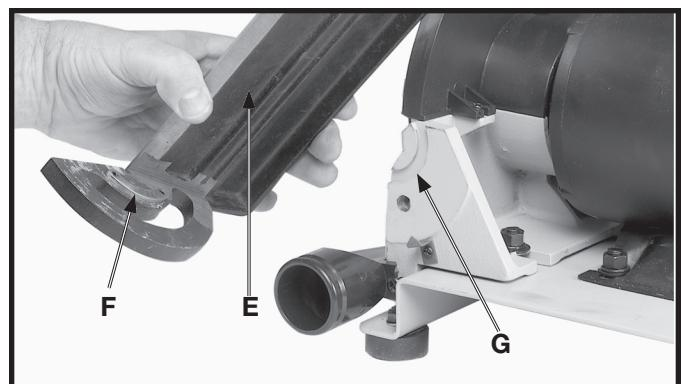

Fig. 14
- Coloque la mesa del disco (E) Fig. 14 sobre la estructura de la base de disco, asegurándose que la llave (F) en el soporte de la mesa esté engranada con la chaveta (G) en la estructura de la base.